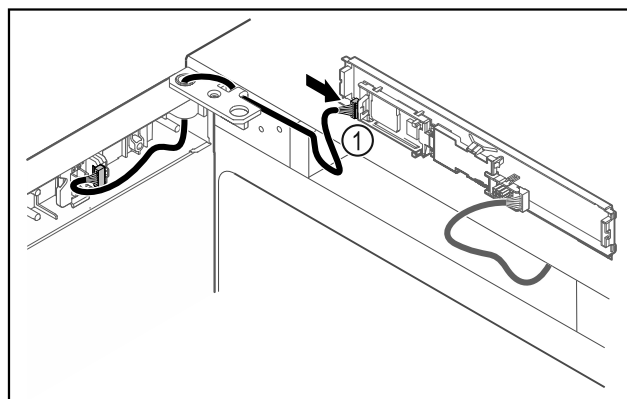

Fig. 41
- ▶ Introduceți fișa Fig. 41 (1) la placa electronică.